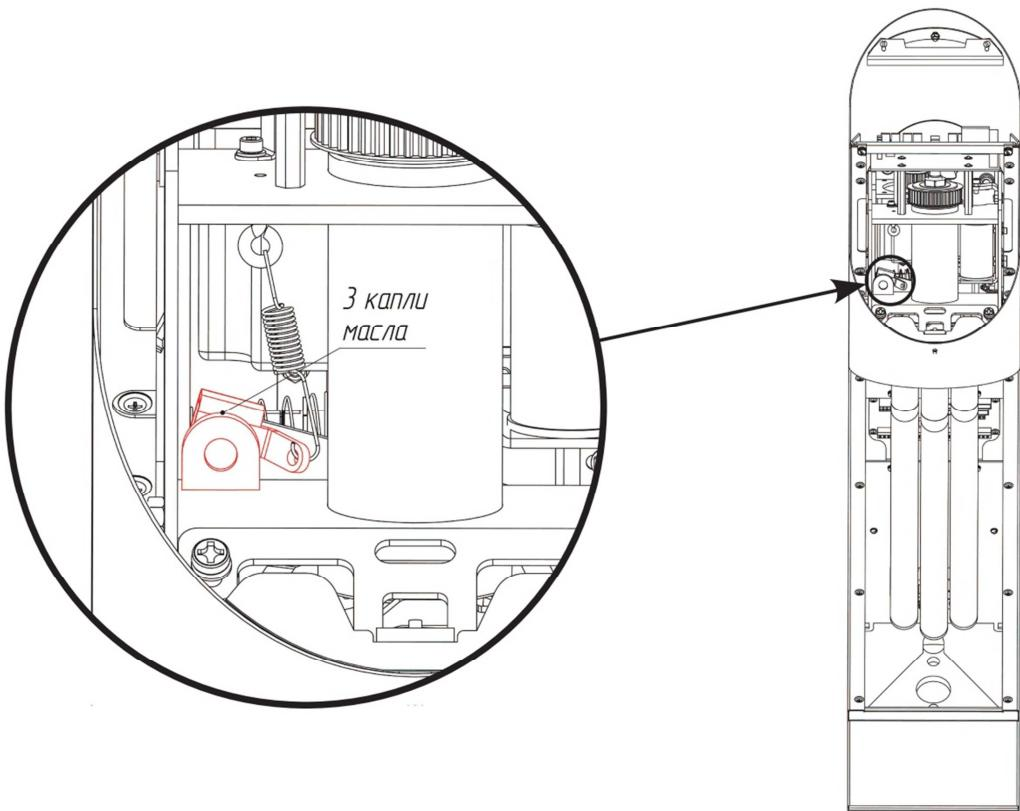

Рис. 12. (изображена центральная стойка турникета)
5.2. Ось вращения рычага ролика (рис. 12).